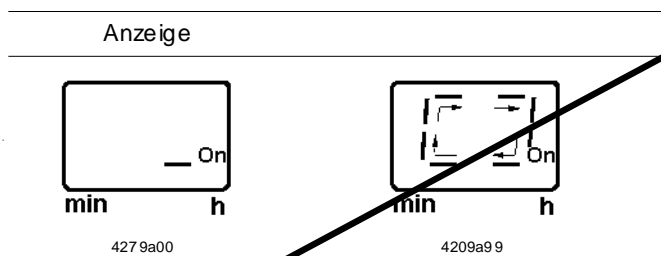

Abb. 13-1 Bedienmodus starten
- Voraussetzung: Spannungsversorgung liegt an, rechtes unteres Segment On leuchtet auf (Abb. 13-1).